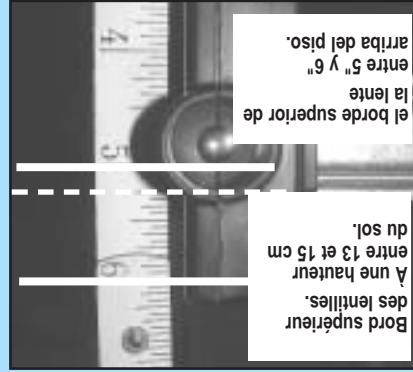

FIG. 3-9 Vérifier la hauteur des lentilles.
- Veiller à ce que les bords supérieurs se trouvent entre 13 et 15 cm au-dessus du sol (Fig. 3-9). La flexibilité des supports permet de les ajuster en les courbant légèrement, le cas échéant.
- Asegurarse de que los toques de las lentes estén entre 5" y 6" arriba del piso (Fig. 3-9). Las cartelas son flexibles y se pueden ajustar ligeramente, si es necesario.